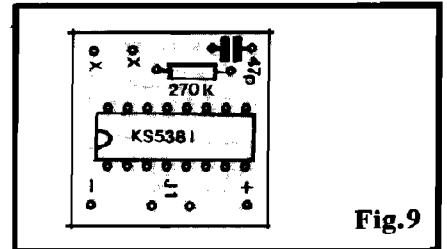

Fig.9
- FIG. 9 - "CHAPEADO" DA MONTAGEM (MK 2) - Agora vista pelo "outro" lado (não cobreado) a plaquinha traz o posicionamento claro dos três componentes principais: Integrado, resistor e capacitor... O único ponto onde poderá ocorrer erro ou inversão, é justamente a inserção do KS5381, que deverá ser feita de modo que a extremidade marcada do componente fique voltada para o ponto mais distante das locações do resistor e capacitor... De resto, apenas a mais completa e juramentada **anta "conseguirá"** errar alguma coisa na montagem...! De qualquer modo, uma cuidadosa verificação final na qualidade dos pontos de solda (pelo lado cobreado) continua sendo fundamental (excesso de solda entre as ilhas destinadas às "perninhas" do Integrado **podem**